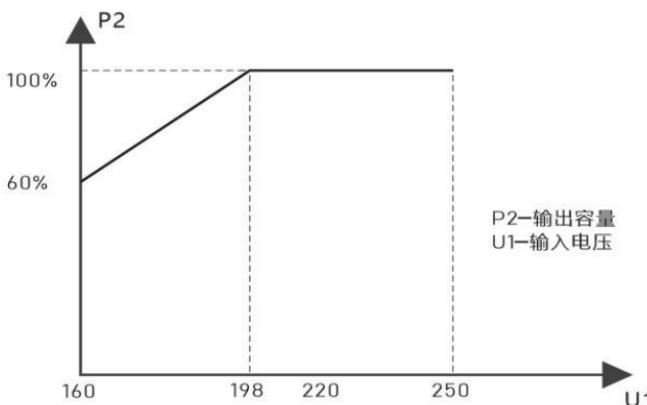

图1 稳压器输出容量曲线
4.2.1 输出容量与输入电压的关系见图1。
4.2.3 当输入电压低于198V时, 产品的输出容量应参照图1按比例降容使用。
7.2.2 本系列产品具有过电流（过载）保护功能，系统会根据输出容量曲线自动进行保护，选配稳压器前应关注输入端电网情况，如电网电压低于198V时，稳压器的输出容量将降低，须按4.2和图1的要求按比例减小负载使用。
7.2.3 使用110V输出时，最大容量仅为额定容量的50%，当输入电压低于198V时也应参照图1按比例减小负载使用。
c)输出过电流（过载）保护：当稳压器输出端所接负载过大，或输入端电压过低时超出输出容量曲线设定时（见4.2图1的要求），负载量显示条（红色段）将闪烁显示，同时发声告警，达到设定值时，系统控制输入端断路器脱扣保护。保护动作后需降低负载后手动开启断路器开关。